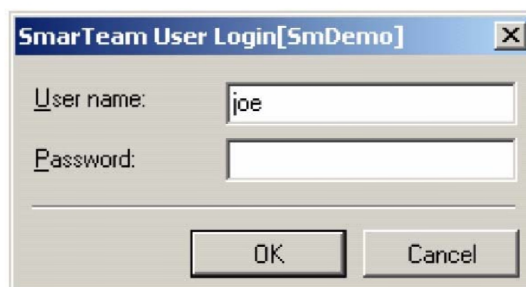

Рис.5. Вход в SMARTEAM
Запустите SMARTEAM – Editor (рис. 5):
- Нажмите ОК (рис. 5).